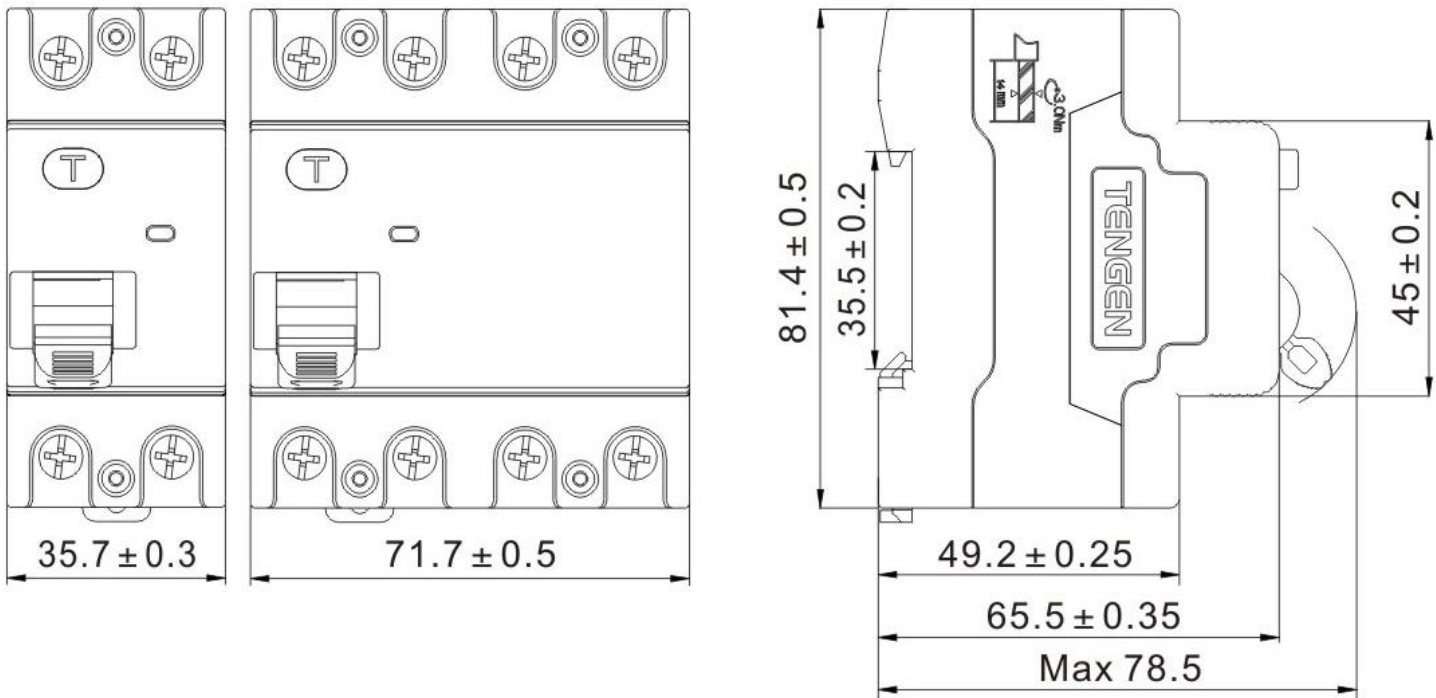

Рис. 2 (2P, 4P)
(1) Нормальные условия работы
(2) Нормальные условия монтажа (внешние размеры и установочные размеры см. на Рис.2 и в Таблице 4).